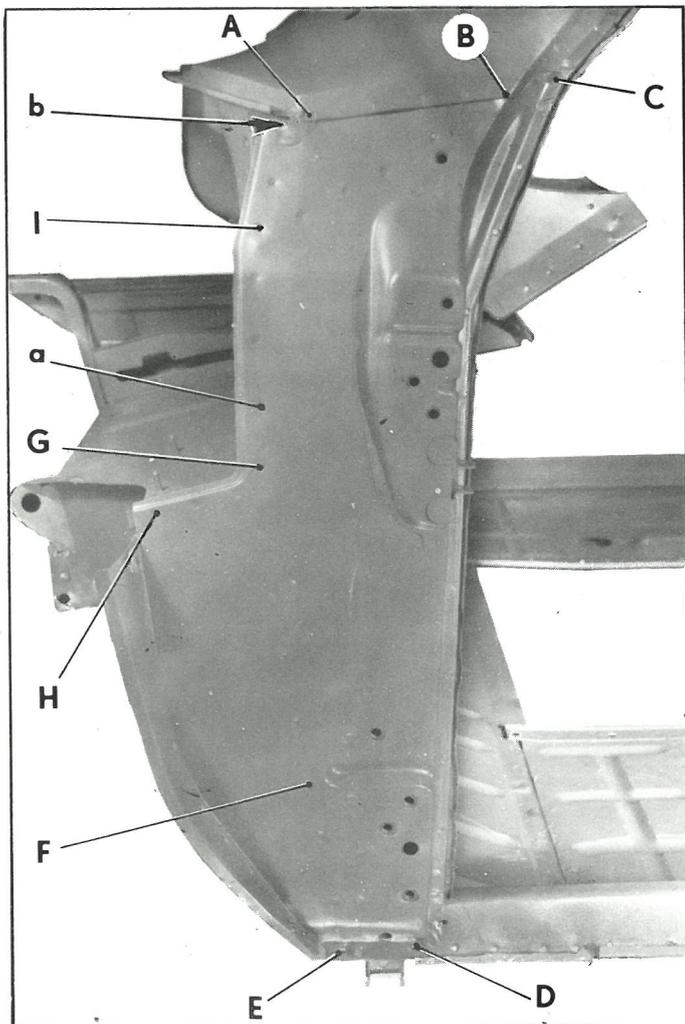

Fig. 1
1. Percer et dégraffer (fig. 1) :